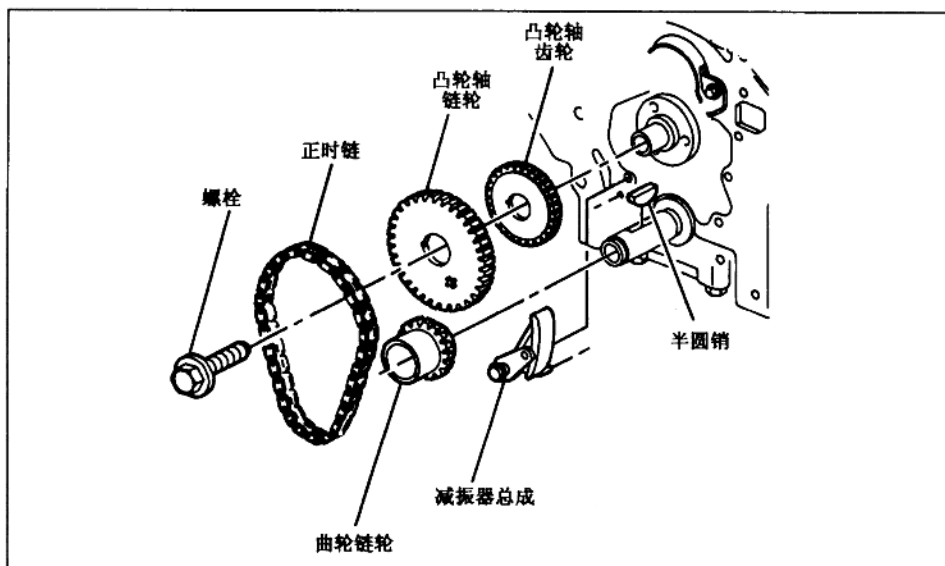

图 1-1-6 3.8L 发动机正时链和链轮拆卸
(1) 正时链和链轮拆卸。
①拆下正时链前罩盖,转动曲轴,使凸轮轴和曲轴链轮上正时记号在一条线上。
②拆下正时链减振器总成。拆下凸轮轴链轮螺栓,拆下凸轮轴链轮和正时链。拆下曲轴链轮。正时链和链轮拆卸见图 1-1-6。